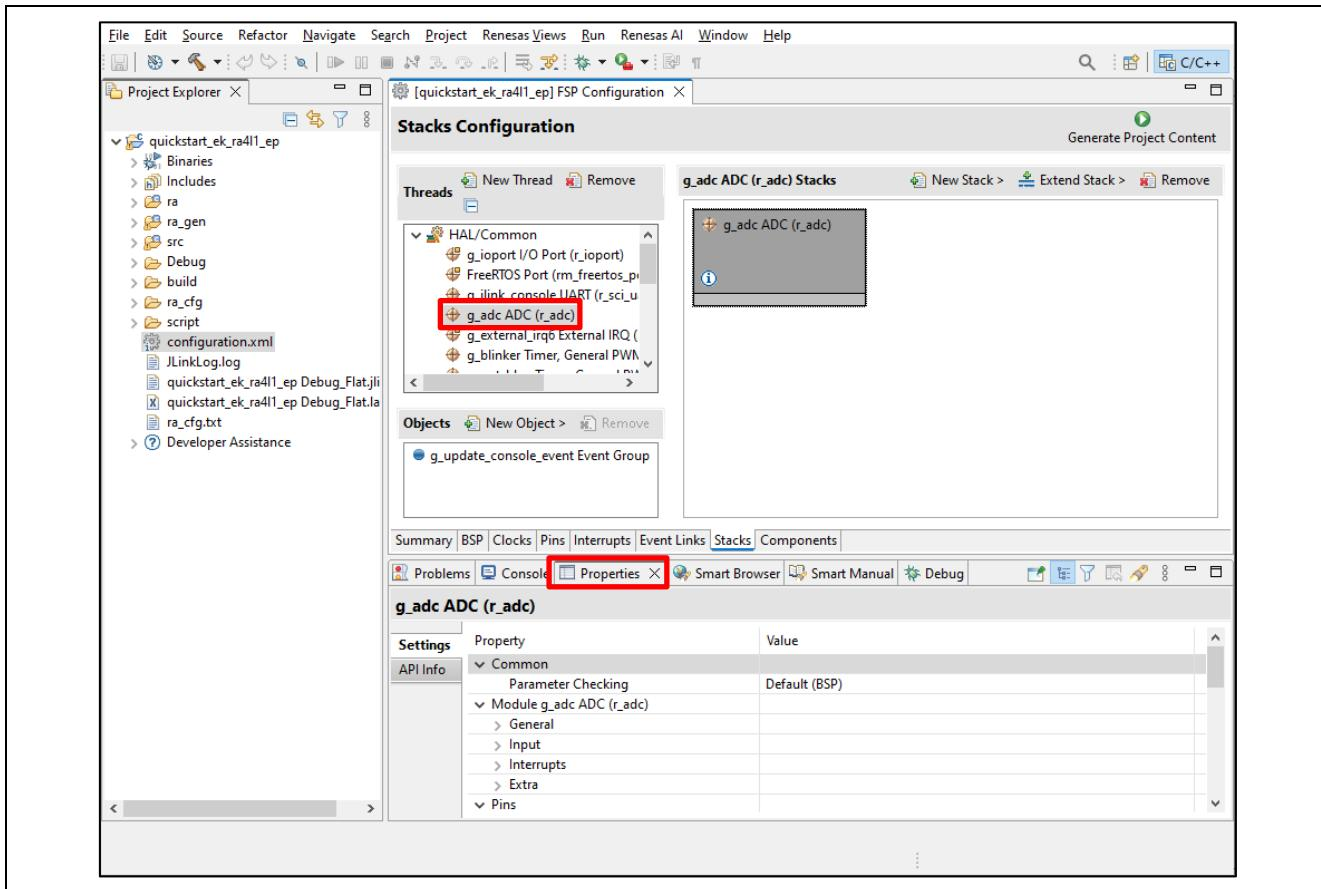

図 28. Configuration 設定の変更
2. たとえば、FSP Configuration ウィンドウの [Stacks] タブで、ユーザはモジュールをクリックして選択し、必要に応じて Properties [プロパティ] タブで Configuration 設定を変更できます。図 28 は、ADC ドライバ設定の変更を示しています。